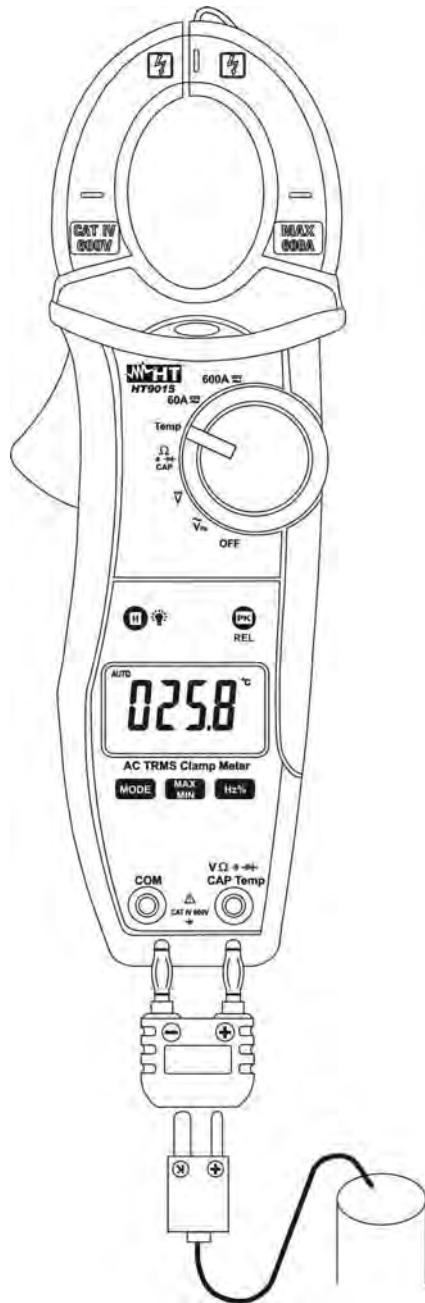

Fig. 8: Uso de la pinza para medida de Temperatura
3. Inserte la sonda termopar tipo K en dotación en los terminales de entrada **VΩHz%Temp** y **COM** a través del adaptador, respetando la polaridad mostrada en la Fig. 8. El valor de la temperatura es mostrado en el visualizador. En la medida de temperatura la barra gráfica analógica está desactivada